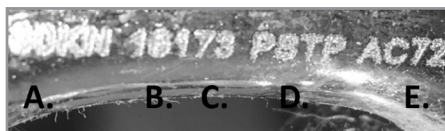

Fig.2
- Fig.2** - Record the results of your inspection, including: manufacturer, model, unique identification number, purchase/first use date, next inspection date and relevant information: inspector name, comments, inspection results
- 5.2 Fig.2 - Enregistrez les résultats de votre inspection, y compris: fabricant, modèle, numéro identifiant unique, date d'achat / première utilisation, date de la prochaine inspection et informations pertinentes : nom de l'inspecteur, commentaire, résultats de l'inspection
- 5.2 Fig.2 - Erfassen Sie die Ergebnisse Ihre Prüfung - einschließlich Hersteller, Modell, eindeutige Identifikationsnummer, Kaufdatum und Datum der ersten Nutzung, Datum der nächsten Prüfung, und relevante Informationen wie Name des Prüfers, Kommentare, und Ergebnisse der Prüfung.